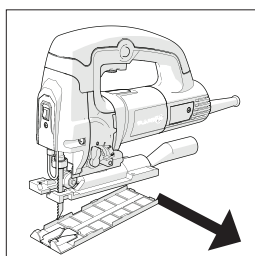

Abb. 6
- Den Fußplattenschuh aus Kunststoff lösen und für den späteren Wiederaufbau sicher aufbewahren. **(Abb. 6)**